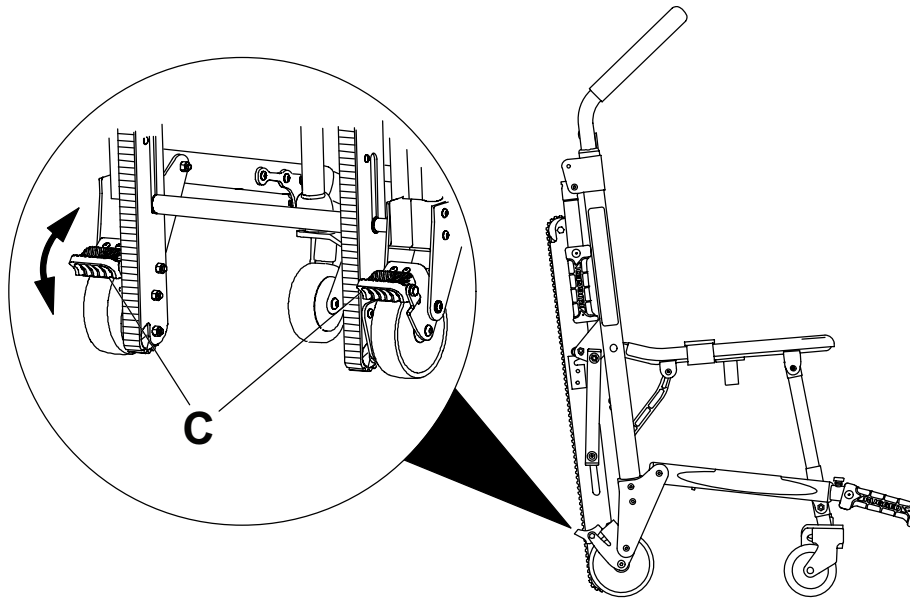

Abbildung 18 – Radsperren
Um eine Radsperre (C) zu betätigen, auf das Pedal treten, bis es stoppt und an der Radoberfläche anliegt (Abbildung 18).
Um eine Radsperre (C) zu lösen, mit dem Fuß auf das Pedal treten oder das Pedal mit dem Zeh anheben (Abbildung 18). Die Oberseite des Pedals kommt beim Lösen der Radsperre am Rahmen der Laufrolle zu liegen.